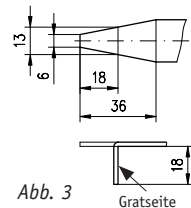

Abb. 3
- **Schutzband SB** (nicht im Lieferumfang von PS oder PSL) vorbereiten (Abb. 3). Dies ist bei sehr kurzen Längen und bei werkseitig vorbereitetem Band nicht notwendig.